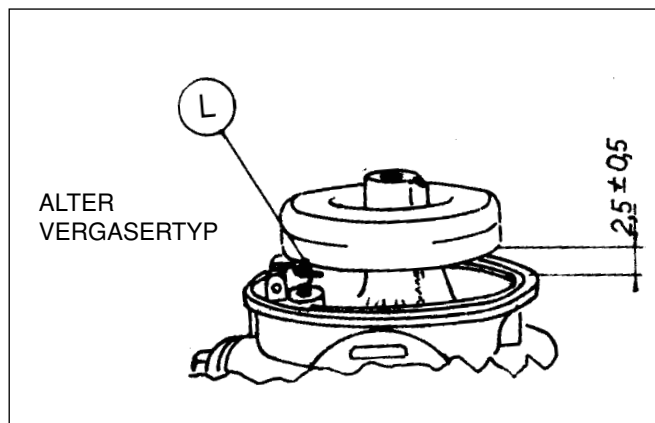

Abb. 16
Drehen Sie Schwimmer und Vergasergehäuse nach dem Zusammenbau um und prüfen Sie den Abstand zwischen Schwimmer und Vergasergehäuse auf der gegenüberliegenden Seite der Aufhängung. Der Abstand sollte 2,5 mm \pm 0,5 mm (3/32") (Abb. 16) betragen. Falls der Abstand eingestellt werden muß, entfernen Sie die Schwimbernadel und biegen die Lasche (L) am Schwimmerhebel nach unten oder
Bei Vergasern, die mit einem weißen Kunststoffschwimmer ausgerüstet sind, ist der Abstand "L" (Abb. 16) voreingestellt und kann nicht verändert werden. Ist der eingestellte Abstand nicht korrekt, ist der Schwimmer beschädigt und muß ausgetauscht werden.